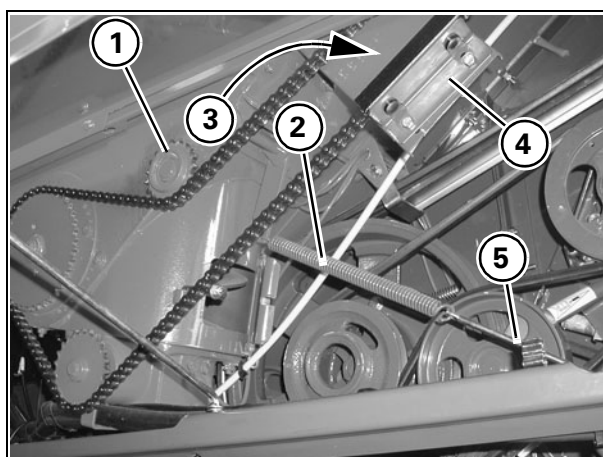

Рис. 17
13. ЦЕПНОЙ ПРИВОД РАЗГРУЗОЧНОГО ШНЕКА - Рис. 17